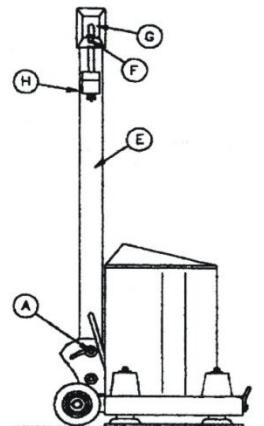

Fig. 1
CAUTION : Make sure that the tool switch (F) is ALWAYS switched "OFF" and unplugged before installing the sand paper and installing or emptying the dust bag. Make sure that bolt (A) is tighten to ensure that the handle is locked in place. Fig. 1.
ATTENTION : Assurez-vous que l'interrupteur (F) est TOUJOURS à la position "OFF" et que l'outil est débranché avant d'installer le papier sablé ou d'installer ou vider le sac à poussière. Assurez-vous que le boulon (A) est bien serré afin que le manche soit barré en place. Fig. 1
PRECAUCIÓN : Cerciórese de que el interruptor de la herramienta (F) sea SIEMPRE "cambiado de "OFF" y desenchufado antes de instalar el papel de la arena y de instalar o de vaciar el bolso de polvo. Cerciórese de que sea el perno (A) apriete para asegurarse de que la manija está trabada en lugar. Fig. 1.